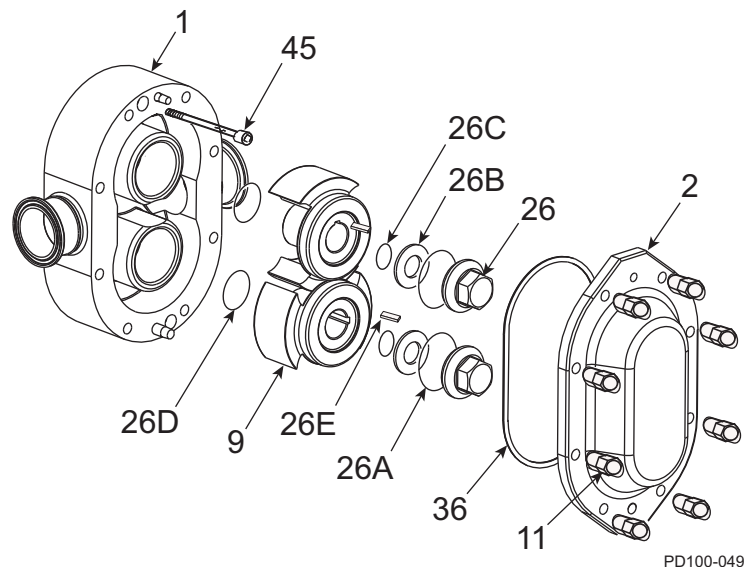

Figure 33 - Vue éclatée de la tête de fluide
1. Dévissez les écrous du couvercle (Figure 33, élément 11) et retirez-les de celui-ci (élément 1). Utilisez un marteau souple, désolidarisez le couvercle (élément 2) des tiges et des goujons situés sur le corps de la pompe.